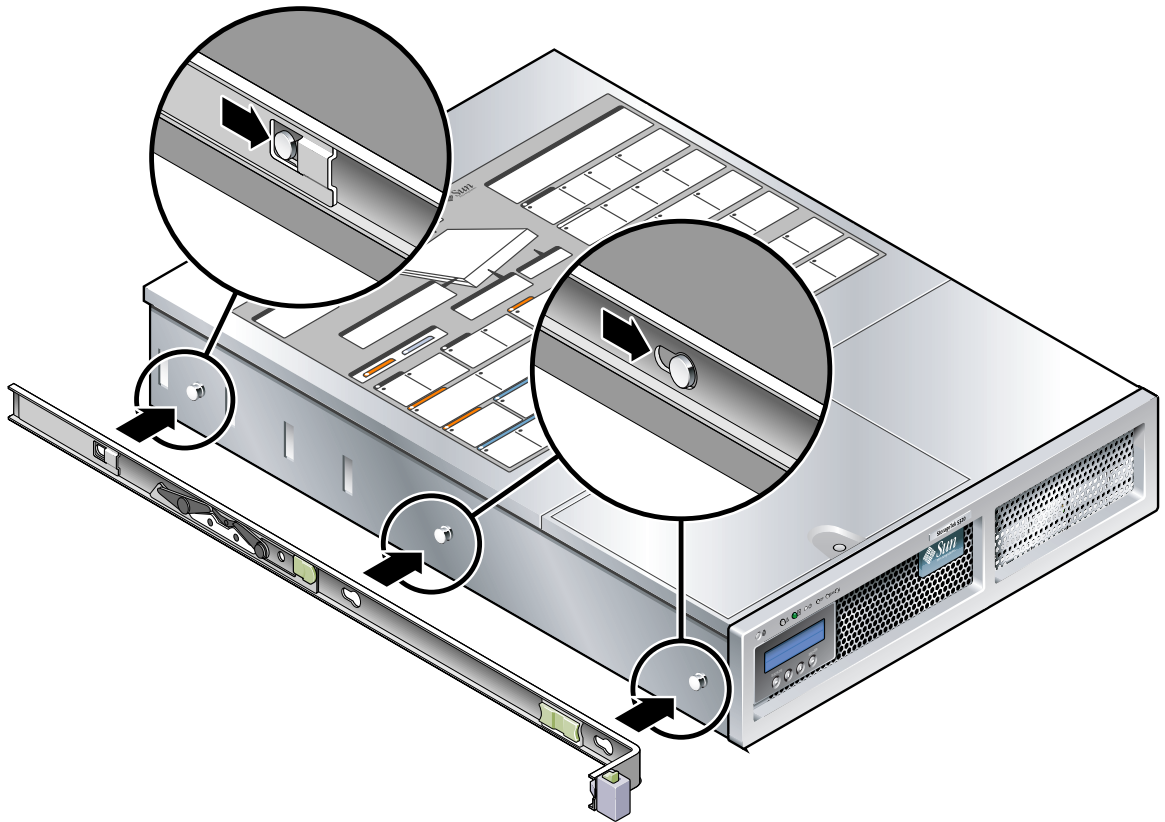

FIGURA 2-14 Fijación de un soporte al chasis
- a. Coloque el soporte contra el chasis del servidor (FIGURA 2-14) de manera que el bloqueo de la guía esté en la parte delantera y que los tres agujeros del soporte estén alineados con los tres pasadores del lateral del chasis.
- c. Compruebe que los tres pasadores están enganchados en los agujeros y que el pasador posterior se ha sujetado al bloqueo del soporte, como se muestra en el lado derecho de la FIGURA 2-14.